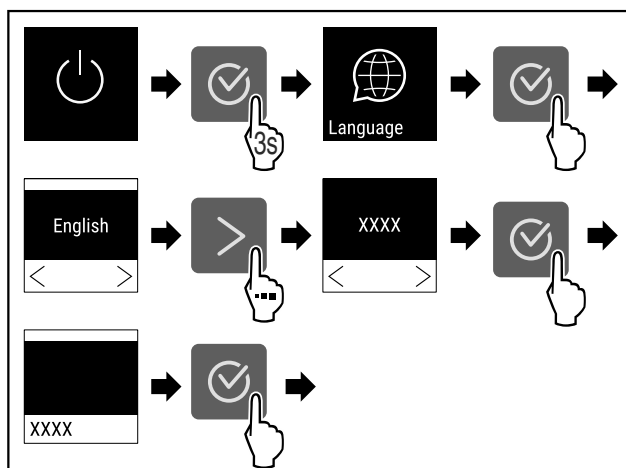

Fig. 54
- ▶ Vykonať kroky akcie (pozri Fig. 54).